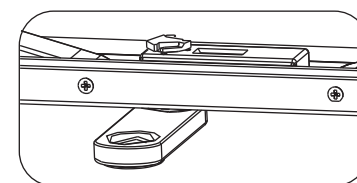
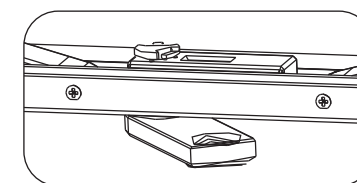
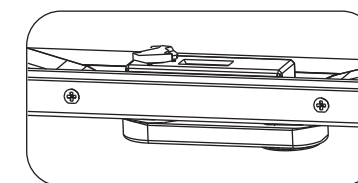

图 3-1
图 3-2
图 3-3
1. 把银幕支撑脚按图 3-1、图3-2 所示旋转至与壳体成“一”字型，（如图 3-3）进行锁合。